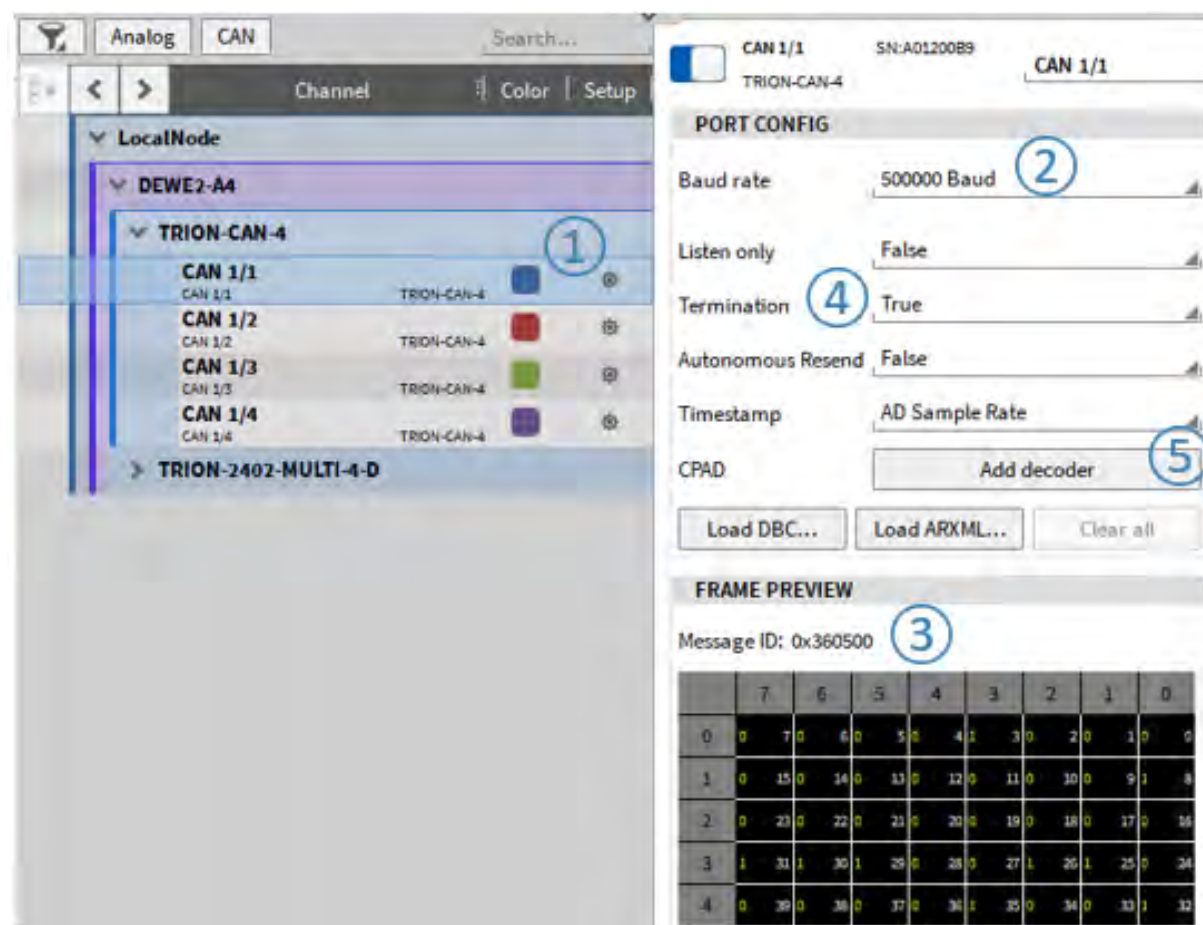
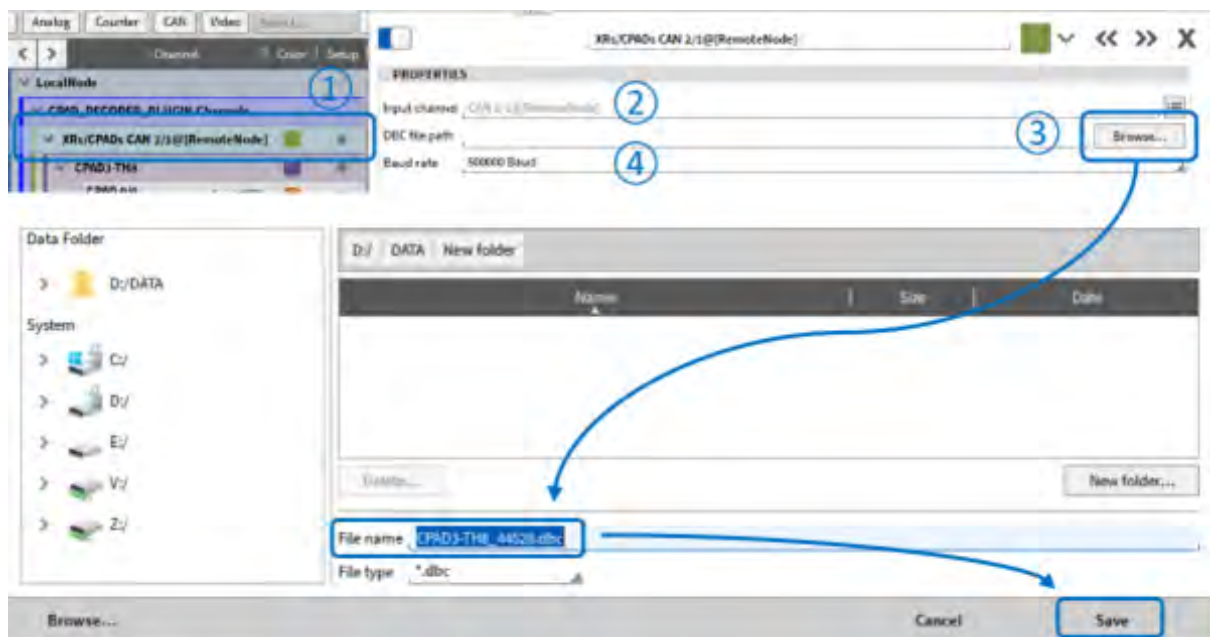

Fig. 4.32: CPAD デコーダの追加
Fig. 4.34: CPAD デコーダの設定
- CPAD を目的の CAN ポートに接続し、チャンネルリストでそのチャンネル設定を開きます (図の ① Fig. 4.32 を参照)。
- CPAD の Baud rate を選択します (図の ② Fig. 4.32 を参照)。
- CPAD の Baud rate が不明な場合は、Frame Preview に Message ID とフレームが交互に表示されるまで Baud rate を変更します (図の ③ Fig. 4.32 を参照)。
- CAN バスが 120 Ohm の抵抗器で終端されているか、または内部モジュールの終端を True に設定していることを確認します (図の ④ Fig. 4.32 を参照)。
- Baud rate を正しく設定したら、Add decoder を押します (図の ⑤ Fig. 4.32 を参照)。
CPAD デコーダを作成すると、検出した CPAD とそのチャンネルをチャンネルリストで確認できます (図の ① Fig. 4.34 を参照)。必要に応じて、図の ② で Fig. 4.34 別の CAN ポートを選択することにより、参照する CAN ポートを変更できます (CPAD を別のポートに接続した場合)。
ここで、モジュールのボーレートも変更できます (図の ④ Fig. 4.34 を参照)。「True」の場合、同期タイムスタンプに加え等距離タイムスタンプも強制的に押せます ⑤。図の ② Fig. 4.32 でデータを正しく受信およびデコードできるように、CAN バスのボーレートも必ず変更します。
さらに、ここで CPAD / XR の構成を DBC ファイルに保存できます (図の ③ Fig. 4.34 を参照)。